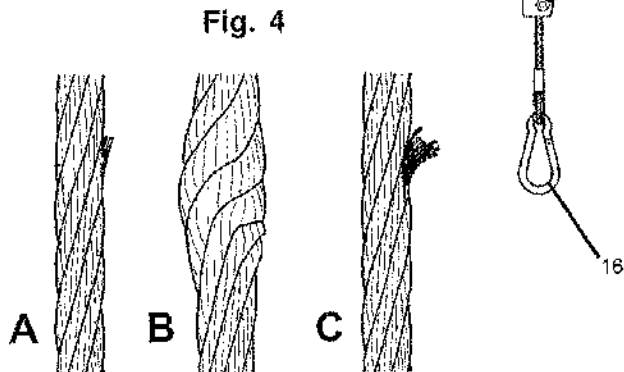

Fig. 4
To check the cables, regarding rejection criteria (cable replacement), refer to ISO 4309:2011. (See Fig.4 for some examples).
**Para comprobar los cables con respecto a los criterios de deshecho (sustitución cable), tomen como referencia la norma ISO 4309:2011. (Véase Fig.4 para algunos ejemplos).**